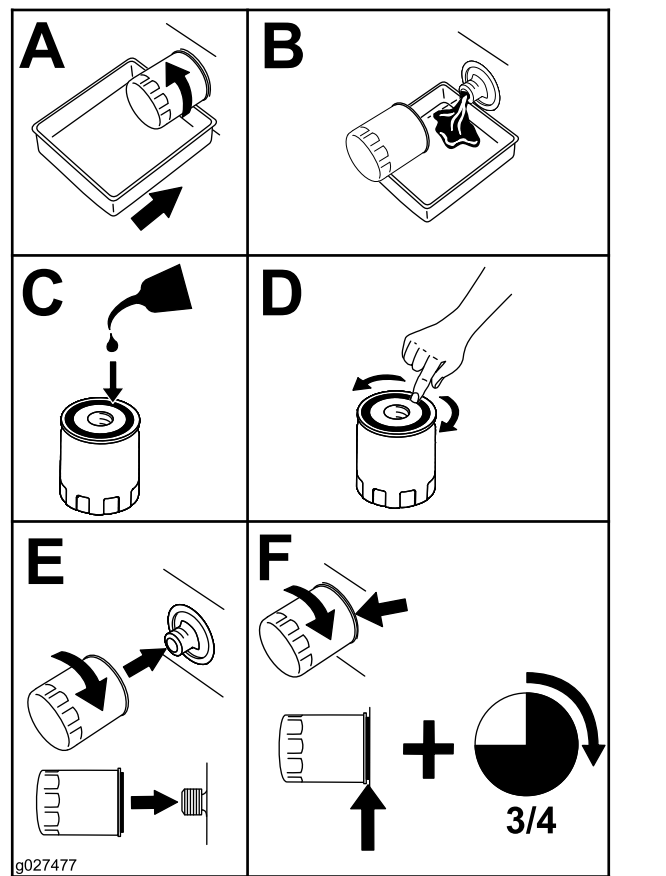

Bild 42
5. Tauschen Sie den Ölfilter wie in Bild 42 dargestellt.